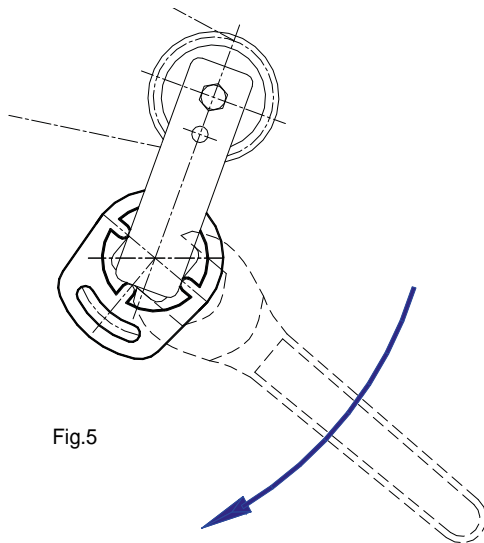
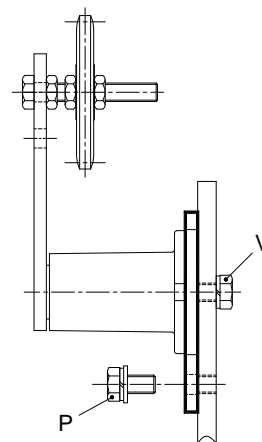

Fig.5
Fig.6
**ASSEMBLY INSTRUCTIONS:** Fit the tensioner inside the SAR bracket (Fig.5) in one of the 4 positions. Preload the tensioner keeping the V screw loose (Fig.6). Once You reach the wanted preloading angle, tighten the V screw with tightening torque shown in the table at page C-40. Fix with P screw.
**ISTRUZIONI DI MONTAGGIO:** Il tenditore va inserito all'interno della staffa SAR (Fig.5) in una delle quattro posizioni. Pre caricare il tenditore mantenendo con vite V lenta (Fig.6). Una volta raggiunto l'angolo di pre carico desiderato, tirare la vite V con coppia di serraggio rappresentata in tabella a pagina C-40. Fissare con la vite P.